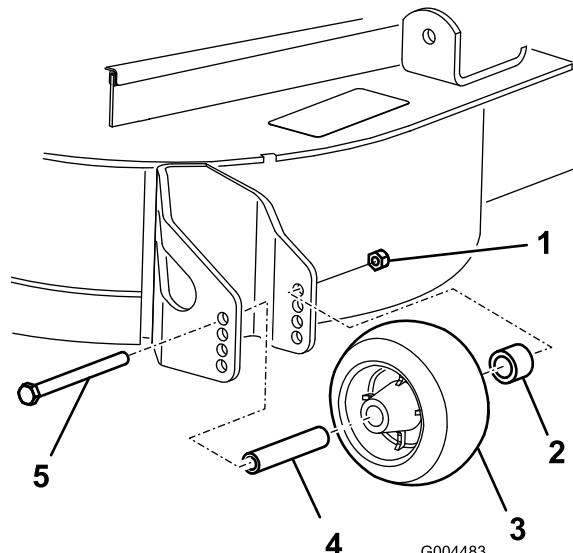

Figura 23
3. Dopo avere regolato l'altezza di taglio, regolate i rulli togliendo il dado flangiato, la boccola, il distanziale ed il bullone (Figura 23).
5. Montate il dado flangiato, la boccola, il distanziale ed il bullone. Serrate a 54-61 Nm (Figura 23).